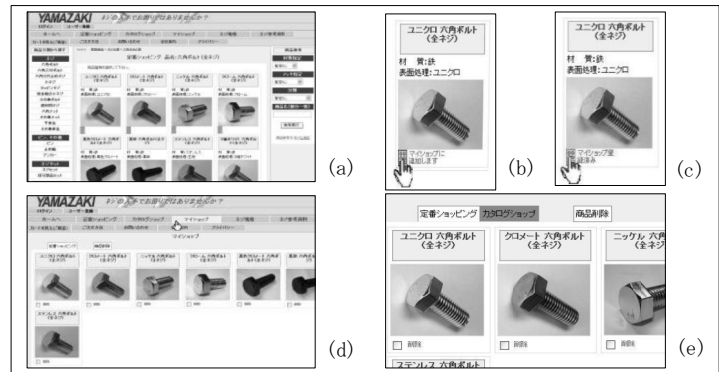

図1 マイショップ登録方法 (定番ショッピング)
①従来通りに商品を絞り込んで行き、図1(a)のような材質、メッキ選択画面を開けます。
②この画面の商品ボックス下部にアイコンがあり、マウスカーソルを合わせると「マイショップに追加します」という文字があらわれます。(図1(b))
③アイコンをクリックすると、この商品がマイショップに
追加されます。アイコン右横には図1(c)のように「マイショップ登録済み」の文字があらわれます。
④確認のため、メニューバーの「マイショップ」をクリックして、「マイショップ」ページに移行すると、図1(d)のように、登録した商品の一覧が表示されています。
⑤「定番ショッピング」と「カタログショップ」の両方の商品を登録した場合には、図1(e)のように「定番ショッピング」「カタログショップ」のタブが現れますので見たい方のタブをクリックすると登録した商品が表示されます。